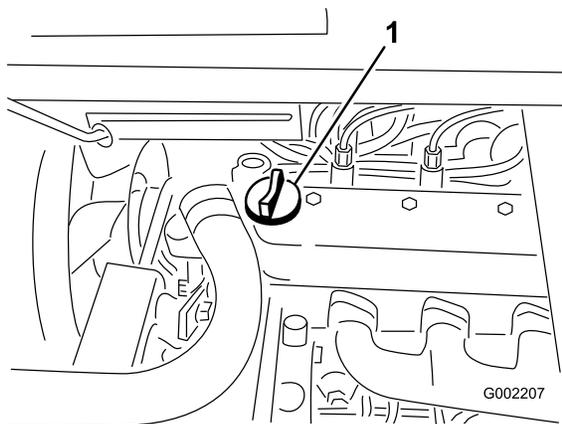

Bild 41
3. Wenn der Ölstand niedrig ist, nehmen Sie den Deckel des Einfüllstutzens von der Ventilabdeckung ab (**Bild 41**) und füllen Sie Öl auf, bis der Ölstand die Vollmarke am Peilstab erreicht. Angaben zur richtigen Ölsorte und zur Viskosität finden Sie unter „Warten des Motoröls“. Gießen Sie Öl langsam ein und prüfen Sie den Ölstand häufig während des Füllens. Nicht überfüllen.